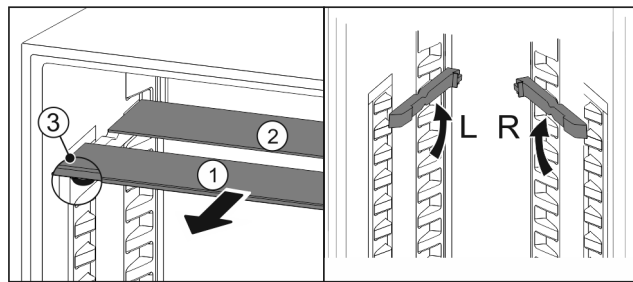

Fig. 112
- ▶ Steklene plošče posamično izvlecite Fig. 112 (1) naprej.
- ▷ Steklena plošča Fig. 112 (1) z okrasno letvijo je spredaj.
- ▷ Zaustavljalniki Fig. 112 (3) so obrnjeni navzdol.